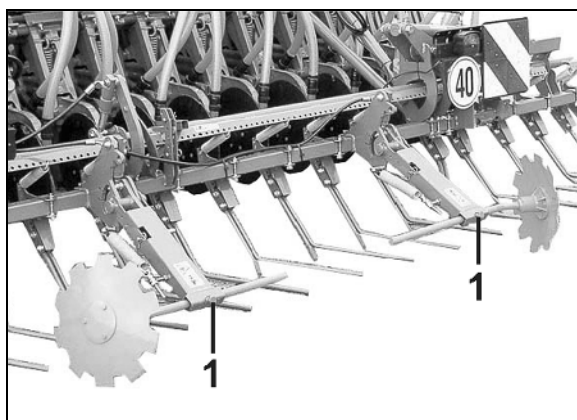

Bild 102
5. Lossa skruvarna (Bild 102/1).
8. Dra åt skruvarna (Bild 102/1).